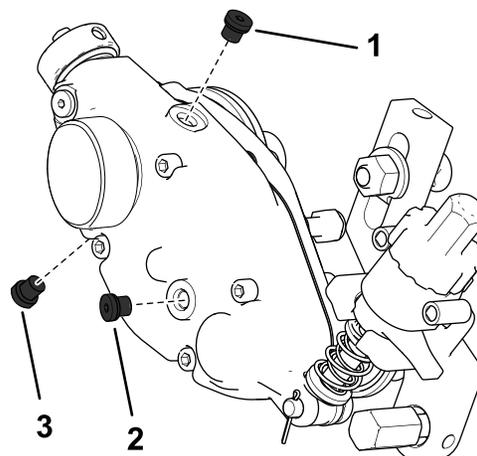

图 32
2. 取出壳体底部的排油塞图 32。
3. 取出壳体一侧的加油塞并松开顶部的排气塞以使空气通过图 32。